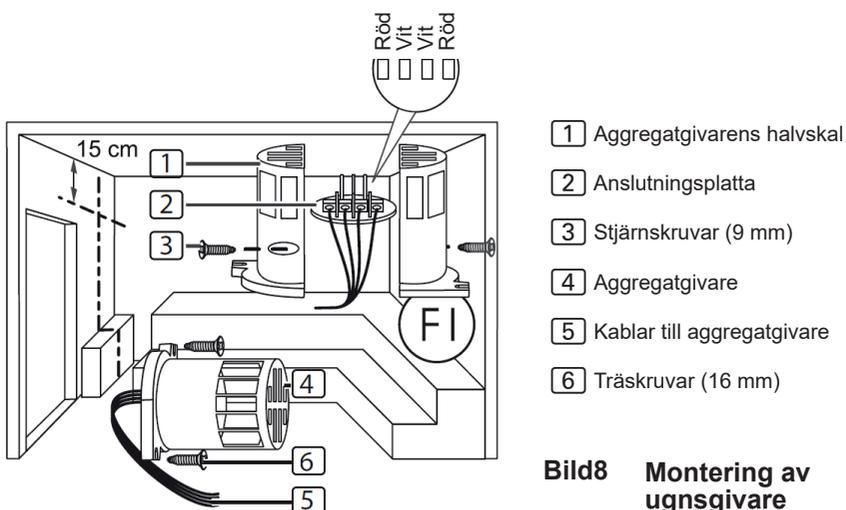

Bild8 Montering av ugnsgivare
Genomför följande steg för att montera aggregatgivaren (se **Bild8**):
3. Kläm fast de fyra anslutningarna på aggregatgivarledningarna **[5]** enligt **Bild8**.
4. Lägg anslutningsplattan **[2]** på tvären (enligt **Bild8**) i aggregatgivarens halvskal.